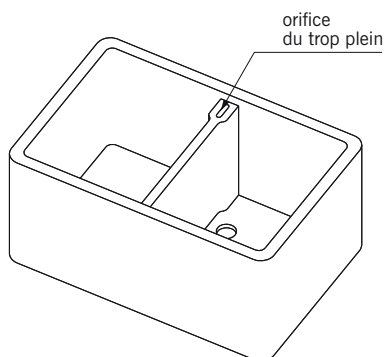

fig. 14.25
■ Le **timbre d'office** ou **bac à laver** : évier profond de forme parallélépipédique à un ou deux bacs, installé dans une buanderie (fig. 14.25).